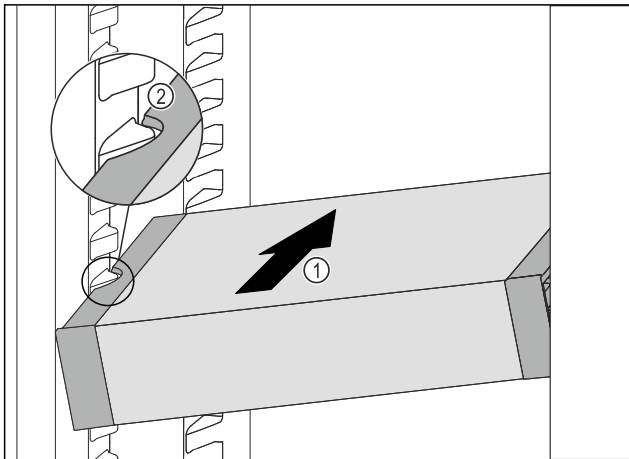

Fig. 32
- ▶ VarioSafe schräg in das Kühlteil einschieben Fig. 32 (1), bis sich die seitlichen Aussparungen Fig. 32 (2) des VarioSafes auf Höhe der Behälterrippe im Kühlteil befinden.